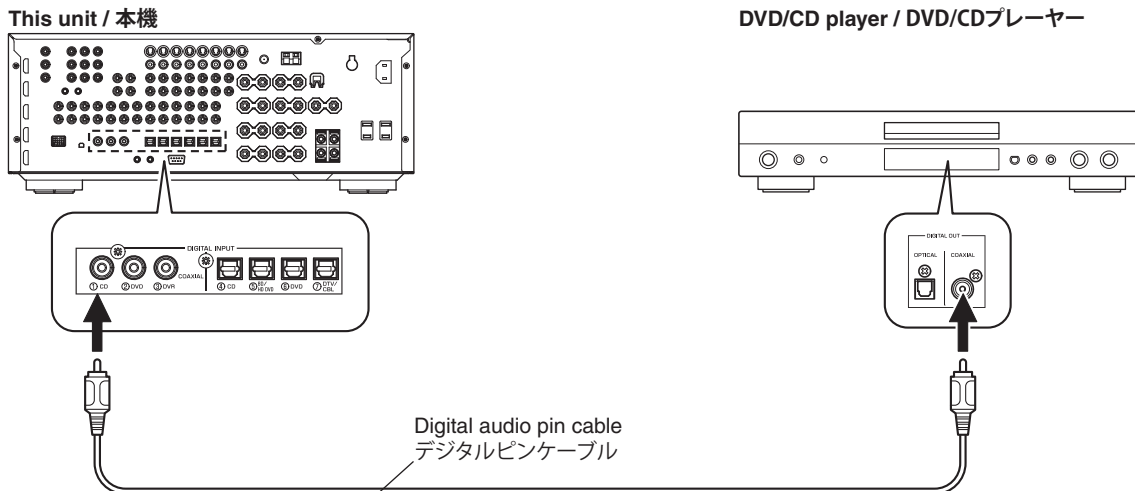

Fig. 1
- 1. Connect this unit and DVD/CD player as shown below. (Fig. 1)
- 1. 本機とDVD/CDプレーヤーを下記のように接続します。(Fig. 1)